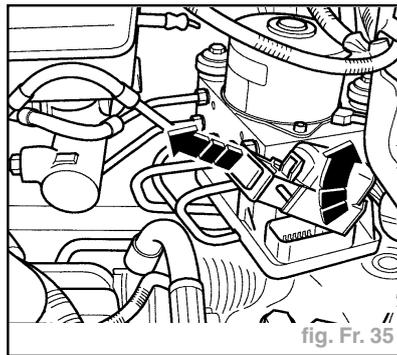

fig. Fr. 35
- Déverrouiller la fiche multiple et la retirer de l'appareil de commande (fig. Fr. 35).
- Retirer les vis (2) du filtre à air (3) et les mettre de côté.
- Verrouiller la fiche multiple et la retirer de l'appareil de commande (fig. Fr. 35).